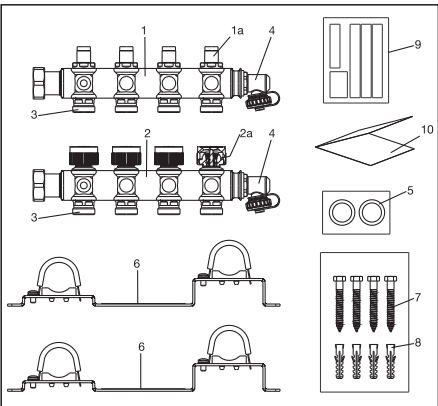

Fig. 2: Fourniture
Les valeurs obtenues doivent aussi être saisies dans les tableaux de l'autocollant notice condensée (fig. 2, pos. 10). L'autocollant doit être placé tout près du distributeur/collecteur, par ex. à l'intérieur de la porte du coffret.